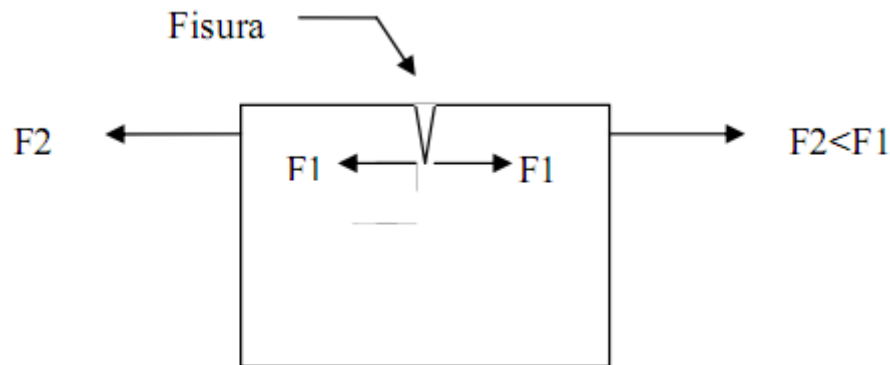

Figura 6
• **Al hacer los experimentos indicados en 2 y en 3 se observa que, si la hoja que no tiene muesca se rompe cuando la fuerza externa F alcanza, por ejemplo, un valor F_1 , la hoja en el caso 3 se rompe cuando la fuerza externa es F_2 , menor que F_1 (ver figura 6). La razón es la siguiente: la punta de la fisura actúa como un amplificador de fuerzas. Cuando desde afuera se está aplicando la fuerza externa F_2 y comienza a romperse la hoja con la muesca, es porque en la punta de la fisura se alcanza la fuerza interna F_1 , que corresponde a la fuerza necesaria para romper el papel sin muesca. Se dice que la fisura se propaga, haciendo que el papel se rompa. Conclusión: para propagar una fisura (caso 3) debo hacer una fuerza externa menor que para formar y luego propagar la fisura (caso 2).**